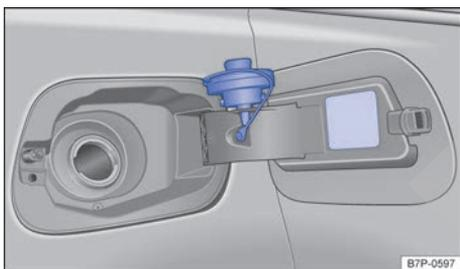

Fig. 219 Tapa del depósito de combustible abierta con el tapón encajado en ella.
- Desenrosque el tapón del depósito en el sentido contrario al de las agujas del reloj y encajelo en el orificio previsto en la bisagra de la tapa → fig. 219.
El tipo de combustible que utiliza el vehículo figura en el adhesivo situado en la cara interior de la tapa del depósito de combustible → fig. 219.